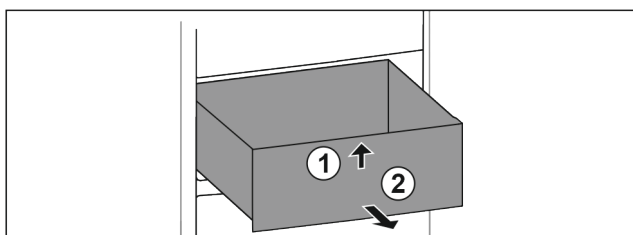

Fig. 97
- ▶ Unieść szufladę z przodu. Fig. 97 (1)
- ▶ Wyjąć szufladę do przodu. Fig. 97 (2)